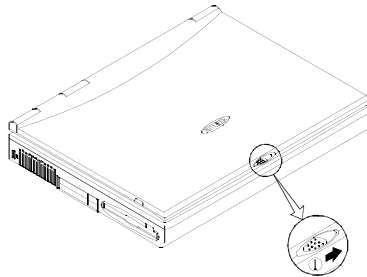

Bild 1-2
1. Bewegen Sie die Lasche nach rechts, um den Deckel zu lösen. (Bild 1-2)